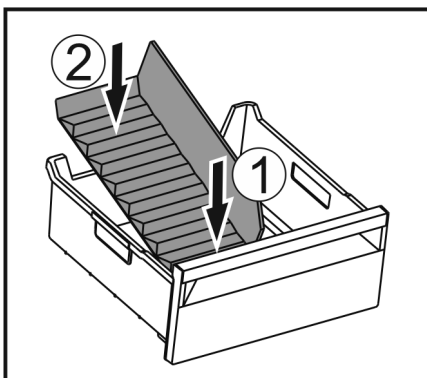

Fig. 174
- ▶ Voorste deel van de ijsvak-scheider plaatsen. Fig. 174 (1)
- ▶ Achterste deel van de ijsvak-scheider tot de bodem van de lade laten zakken. Fig. 174 (2)